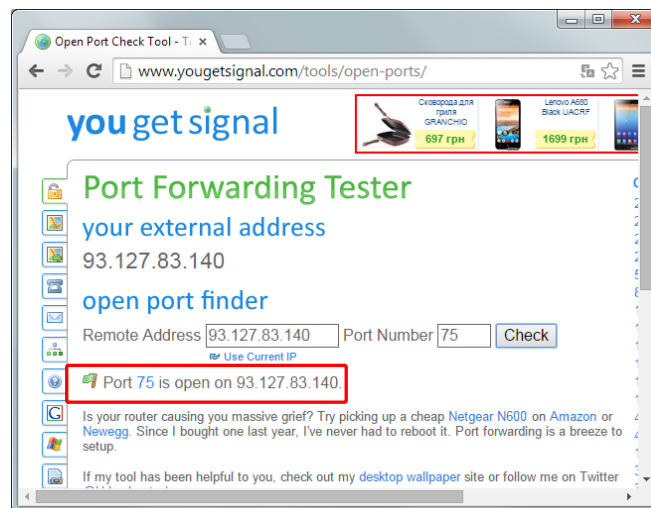

Рисунок 8.9 - Проверка доступности сетевого порта
11. Когда сервер запущен, необходимо проверить, доступен для него сетевой порт. Для проверки необходимо посетить сайт www.yougetsignal.com/tools/open-ports/, в пункте «Port Number» указать выбранный при настройке сервера, сетевой порт и нажать клавишу «Check». Если Порт доступен, Вы должны получить следующий результат, рисунок 8.9.